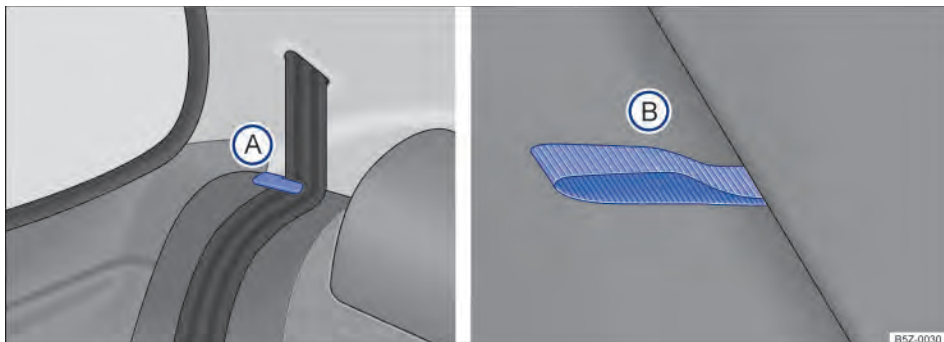

Fig. 77 Banco traseiro: posicionador para os caderços dos cintos (A); alça para desbloqueio do encosto (B).
- Posicionar os caderços dos cintos de segurança nos seus respectivos posicionadores ⇒ **Fig. 77 (A)**.
- Puxar a alça vermelha ⇒ **Fig. 77 (B)** para destravar a fixação do encosto do banco e, ao mesmo tempo, puxar o encosto sobre o assento, até travá-lo.
- Retirar os cadarços do cinto de segurança dos posicionadores ⇒ Fig. 77 (A). Para veículos com cintos de três pontos fixos, recolocar as linguetas nos respectivos fechos.